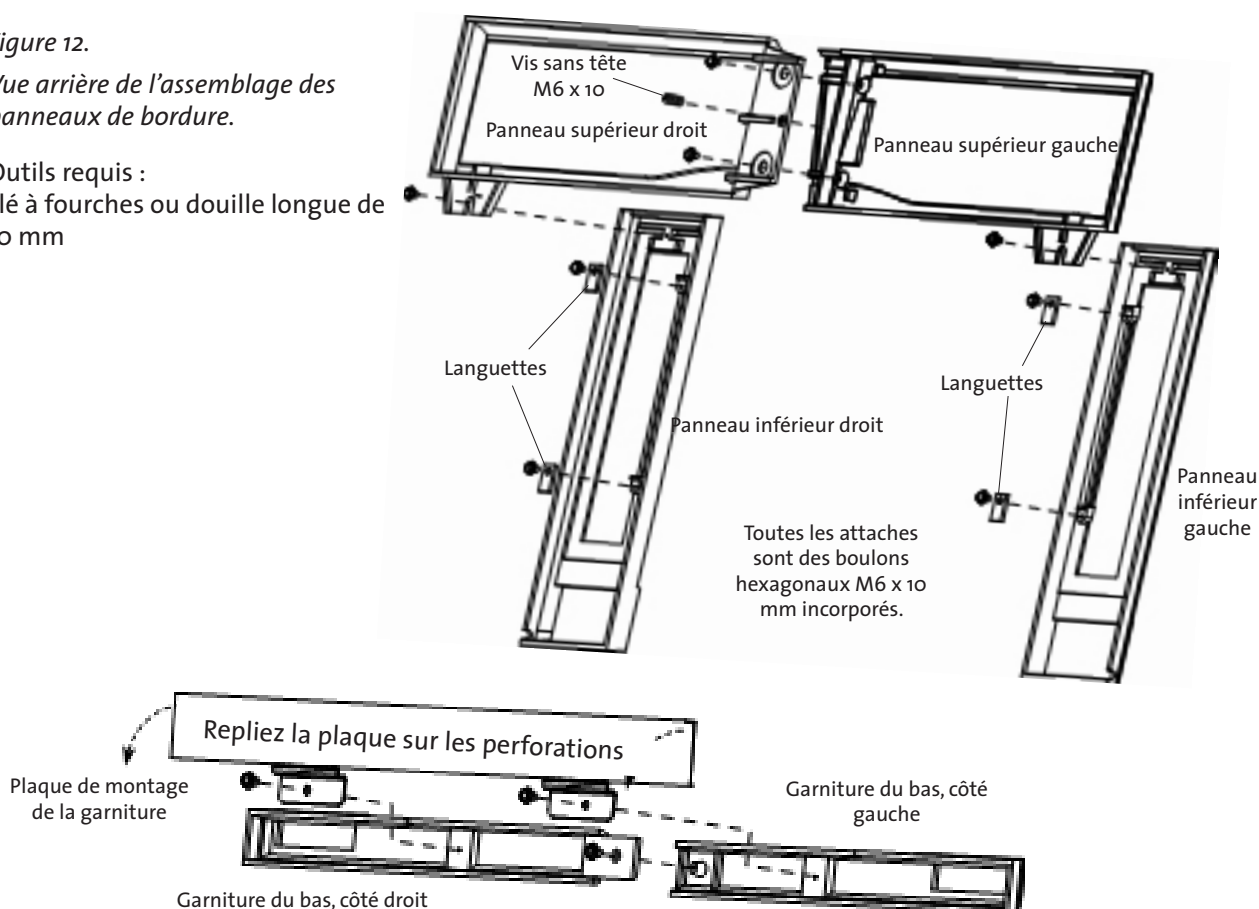

Figure 13. Assemblage du bas de la garniture de bordure.
4. **Si la contre-plinthe est utilisée,** assemblez les deux panneaux de la garniture de bordure à l'aide des deux autres boulons hexagonaux M6 x 10. Assurez-vous d'orienter les languettes comme sur la figure 13.
Repliez la plaque de montage perforée à 90 degrés vers le bas comme à la figure 13. Insérez et centrez les languettes de la plaque en sandwich entre la chambre de combustion et la contre-plinthe.